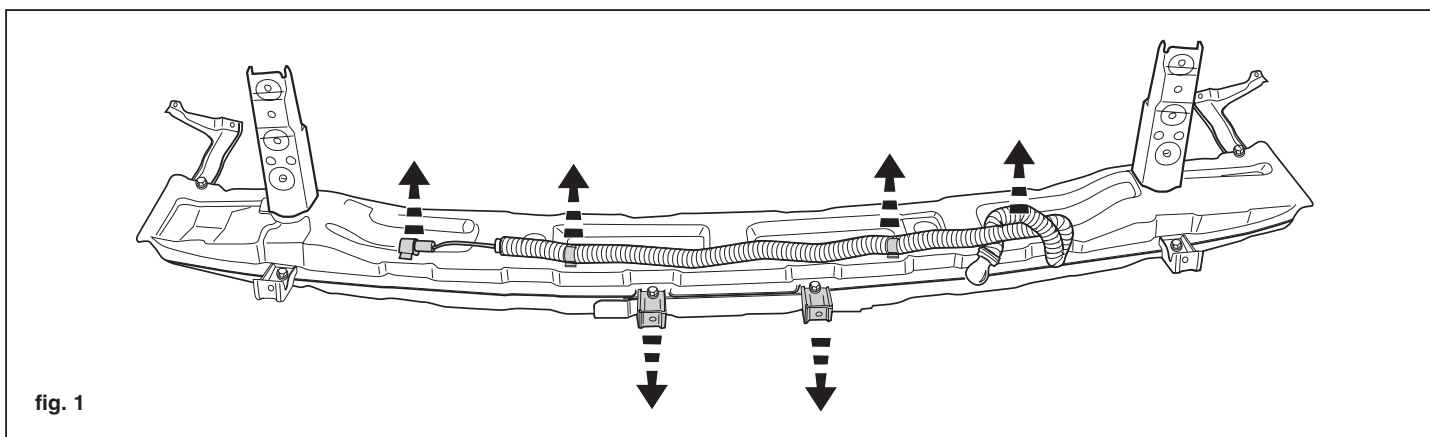

fig. 1
1. Remove the towing eyes on the left and right-hand sides. Remove the bumper, including the inner fittings, after first removing the rear fog lights. Do not forget about the wiring. Remove the steel inner fittings from the bumper (also remove polystyrene). Loosen the rear fog light wiring from the steel inner fittings. See figure 1. The towing eyes - as well as the steel inner fittings - will not be replaced.
1. Zdemonstrować uchwyty holownicze z prawej i z lewej strony. Zdemonstrować zderzak wraz z obudową wewnętrzną. W tym celu należy zdemonstrować światła przeciwmgielne uważając na połączenia przewodów. Zdemonstrować stalowe wzmocnienie zderzaka – jak również polistyrenowe. Zdjąć okablowanie tylnych świateł przeciwmgielnych ze stalowego wyposażenia wewnętrznego. Zdjąć dwa wsporniki ze stalowego wyposażenia wewnętrznego. Patrz rysunek 1. Uchwyty te i wzmocnienie stalowe nie będą ponownie wykorzystywane.
1. Links und rechts die Schleppöse entfernen. Die Stoßstange einschließlich Innenverkleidung abmontieren. Zu diesem Zweck erst die Nebelrückleuchten abmontieren. Denken Sie an die Verkabelung. Die Stahlinnenverkleidung aus der Stoßstange entfernen (Polystyren auch abnehmen). Die Verkabelung für die Nebelrückleuchten von der Stahlinnenverkleidung entfernen. Die zwei Halterungen von der Stahlinnenverkleidung entfernen. Siehe Abb. 1. Die entfernten Schleppösen und die Stahlinnenverkleidung werden nicht mehr benötigt.
1. Retirer les anneaux de remorquage à gauche et à droite. Démontez le para-chocs, y compris la garniture intérieure. Pour cela il faudra démonter les feux antibrouillard arrière. Attention au câblage. Démontez la garniture en acier (enlever également le polystyrène) du para-chocs. Détachez les fils du câblage pour les feux brouillard arrière de la garniture métallique. Voir figure 1. Les anneaux de remorquage et la garniture en acier ôtés